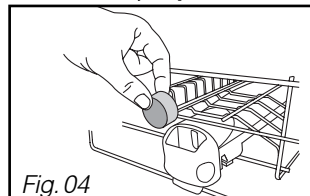
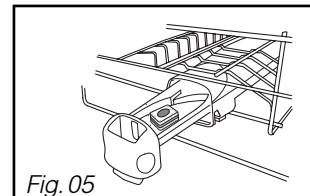

Fig. 04
Fig. 05
non multifonction dans le compartiment extérieur (Fig 04) ou pour un fonctionnement optimal, tirez le tiroir du distributeur et disposez la pastille. (Fig 05)
• **Disposez la pastille** dans le compartiment extérieur (Fig 04 page précédente), **ou pour un résultat optimal, tirez le tiroir du distributeur et disposez la pastille à l'intérieur.** (Fig 05 page précédente).